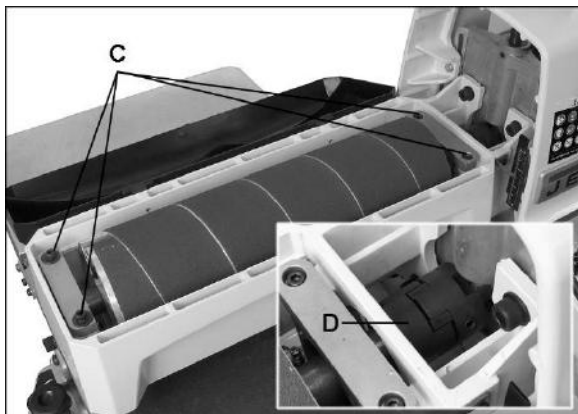

Figure 10-2: Dépose du cylindre
Enlevez les quatre vis à six pans creux (C, Figure 10-2). Soulevez avec précaution le cylindre avec l'accouplement (D) fixé.